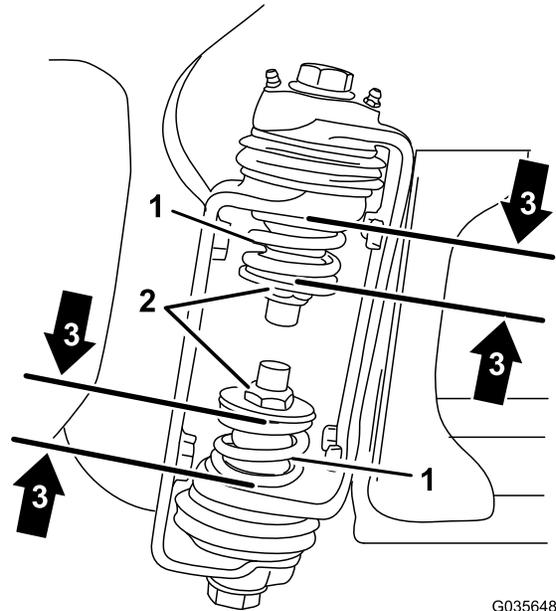

图4
3. 当喷洒臂位于伸展位置图4时在喷洒臂的铰链处测量上下弹簧的压缩度。